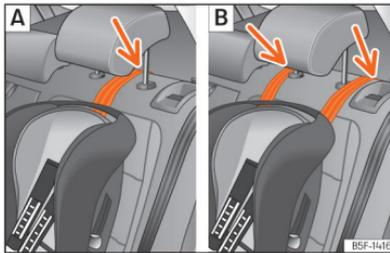
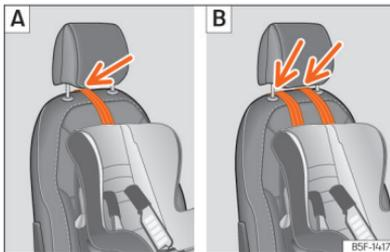

Abb. 44 Rücksitze: Einstellung und Einbau unter Verwendung des Top Tether-Gurts.
Abb. 45 Beifahrersitz: Einstellung und Einbau unter Verwendung des Top Tether-Gurts.
- Führen Sie den Gurt unter der Kopfstütze durch (in Abhängigkeit der Gebrauchsanweisungen des Kindersitzes ggf. Kopfstütze anheben oder entfernen) »» [Abb. 44] , »» [Abb. 45].